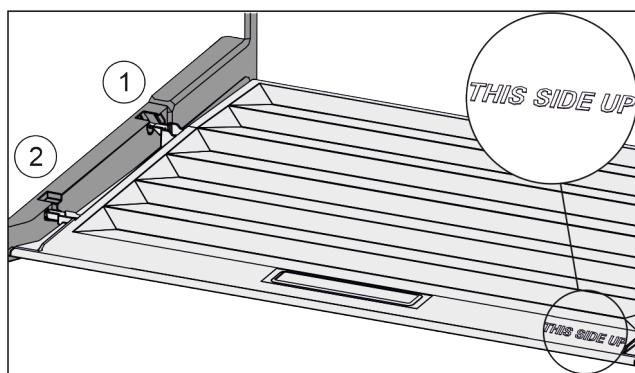

Fig. 97
- Вставити поперечні ребра через отвір заднього тримача Fig. 97 (1) і зафіксувати спереду у тримачі Fig. 97 (2).